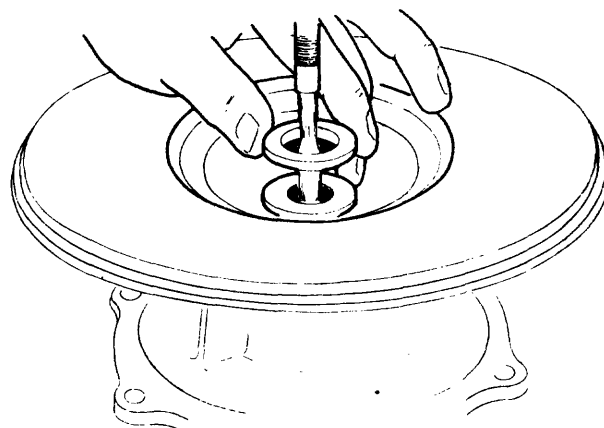

Fig. 6
- a Instale la arandela de tope (fig. 6).